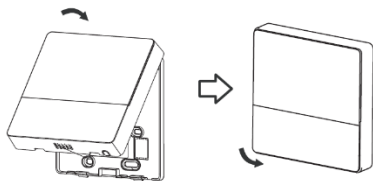

Abb. 3-13
- Nach dem Einstellen des oberen Gehäuses und dem Verschließen des oberen Gehäuses darf die Verkabelung während der Installation nicht eingeklemmt werden (Abb. 3-13).